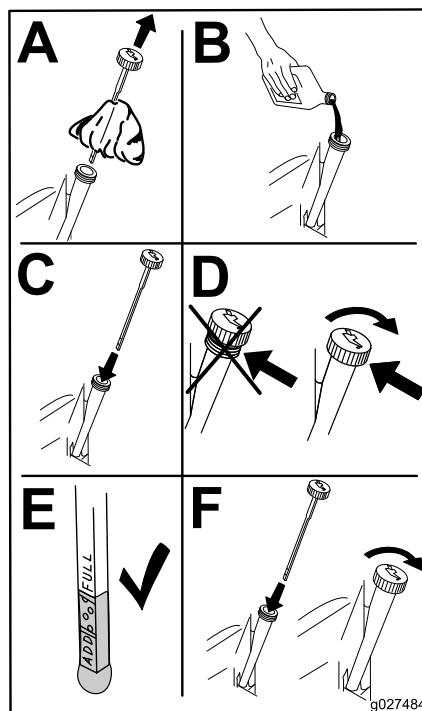

Figura 44
6. Vierta lentamente un 80% aproximadamente del aceite especificado por el tubo de llenado, luego añada lentamente el resto del aceite hasta que llegue a la marca **Full (Lleno)** (Figura 44).